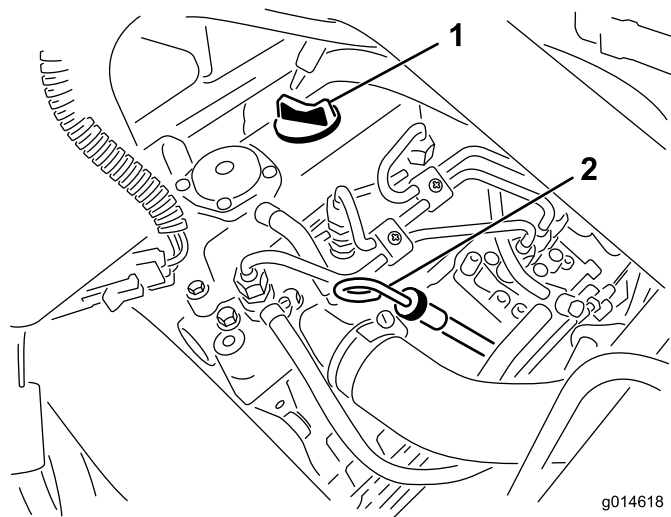

Figure 25
2. Retirez la jauge et essuyez-la sur un chiffon propre (Figure 25). Remettez la jauge dans le tube en l'enfonçant au maximum. Sortez